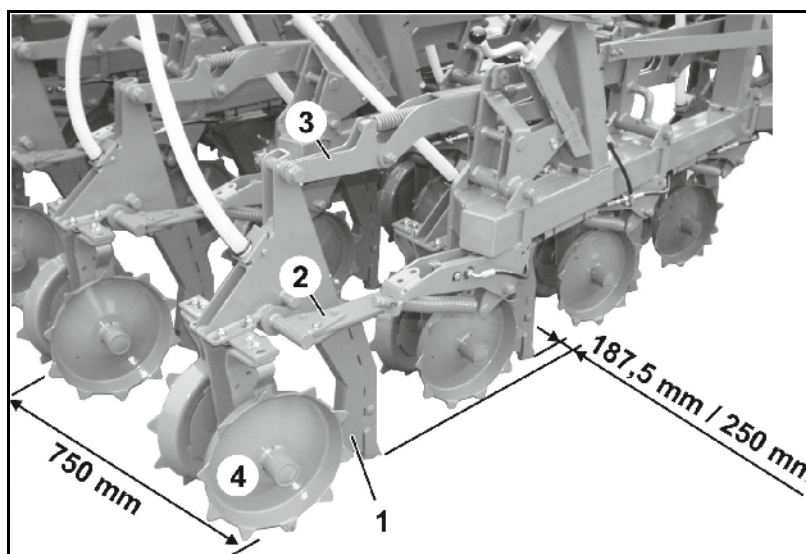

Рис. 38
Долотообразные сошники (Рис. 38/1) расположены в 4 ряда друг за другом со смещением. Таким образом, расстояние между соседними сошниками составляет 750 мм. Расстояние между рядами — 187,5 мм / 250 мм.
- существует возможность уклонения в горизонтальной плоскости благодаря нижней тяге из пружинной стали (Рис. 38/2);
- существует возможность уклонения в вертикальной плоскости с помощью изгибающейся верхней пружинной стальной тяги (Рис. 38/3).
Глубина заделки посевного материала определяется регулировкой глубины долотообразных сошников (Рис. 38/1). Установленная глубина передается на расположенные за долотообразными сошниками двойные диски (Рис. 38/4).